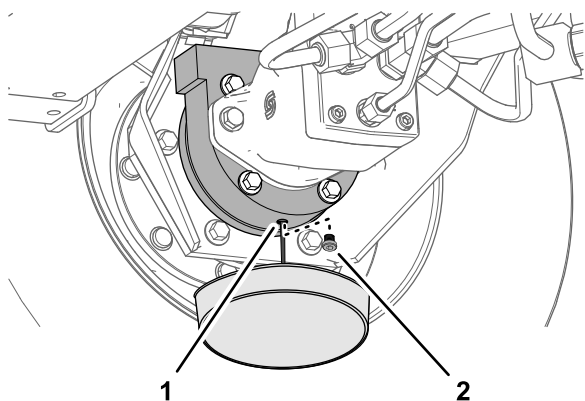

Figura 101
6. Mettete una bacinella sotto la scatola del freno, togliete il tappo di spurgo e lasciate defluire completamente l'olio (Figura 101).